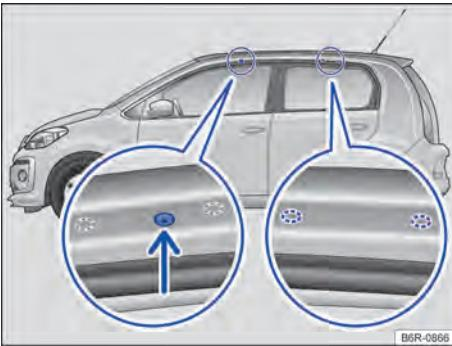

Fig. 106 Veículos sem bagageiro do teto: Pontos de fixação dos suportes de base do bagageiro do teto (ambos os lados).
Os furos ou marcações dos pontos de fixação dos suportes de base dianteiros se encontram no lado inferior das vigas do teto → **Fig. 106 B** (lupa esquerda). Os furos ou marcações para fixação atrás encontram-se no lado inferior das vigas do teto → **Fig. 106 B** (lupa direita).
- Fixar os suportes de base somente nas marcações indicadas na figura → **Fig. 106**.